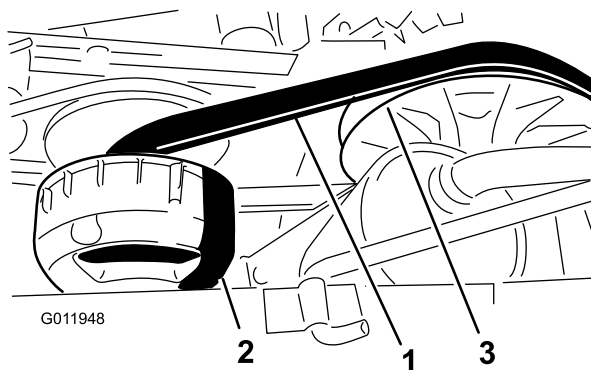

Figure 63
4. Faites tourner la courroie (Figure 63) et vérifiez qu'elle n'est pas excessivement usée ou endommagée.
3. Faites tourner la courroie et faites-la passer sur l'embrayage secondaire (Figure 63).
4. Enlevez la courroie de l'embrayage primaire (Figure 63).
5. Alignez la courroie neuve sur l'embrayage principal (Figure 63).
6. Faites tourner la courroie et faites-la passer sur l'embrayage secondaire (Figure 63).